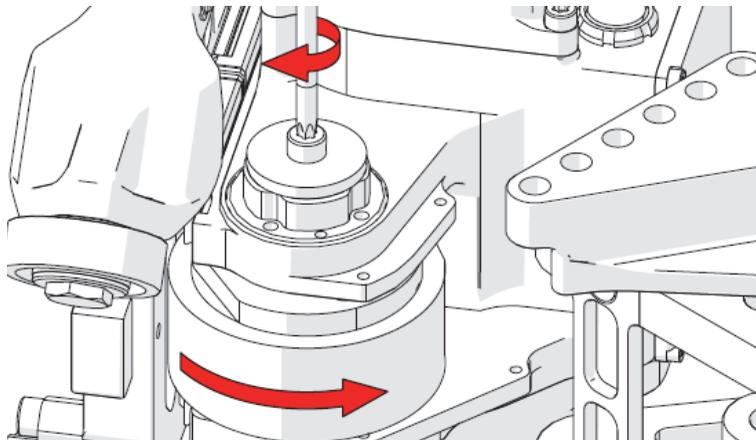

Figure 2-20 Vissage pour séparer l'essieu de la roue
22. En tenant la roue, utilisez un tournevis Torx T25 pour visser la vis jusqu'à ce que l'essieu se sépare de la roue (Figure 2-20 à la page 104).